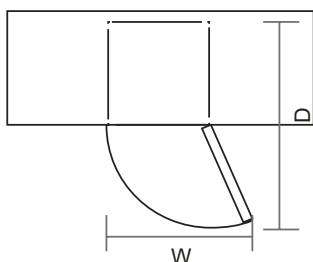

Fig. 1
3. Deixe espaço suficiente para poder aceder à porta e abri-la facilmente ($L \times P \geq 967 \times 1226$ mm). (→ Fig. 1). Se necessário, altere a direção da abertura da porta conforme descrito abaixo.